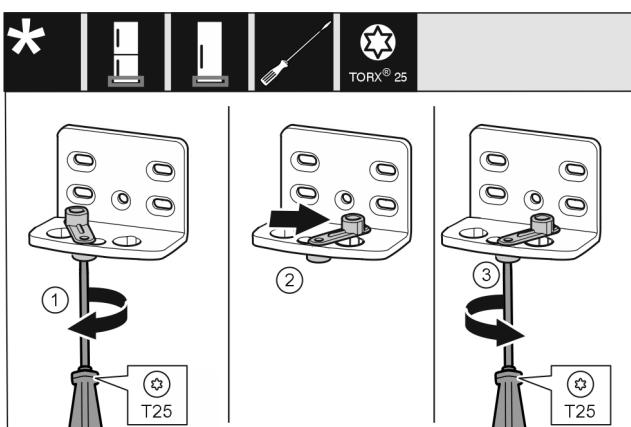

Fig. 14
- Odvijačem T25 labavo zavijte vijak. Fig. 14 (1)
- Podignite pomagalo za zatvaranje vrata i okrenite ga za 90° udesno u prvrt. Fig. 14 (2)
- Odvijačem T25 čvrsto pritegnite vijak. Fig. 14 (3)